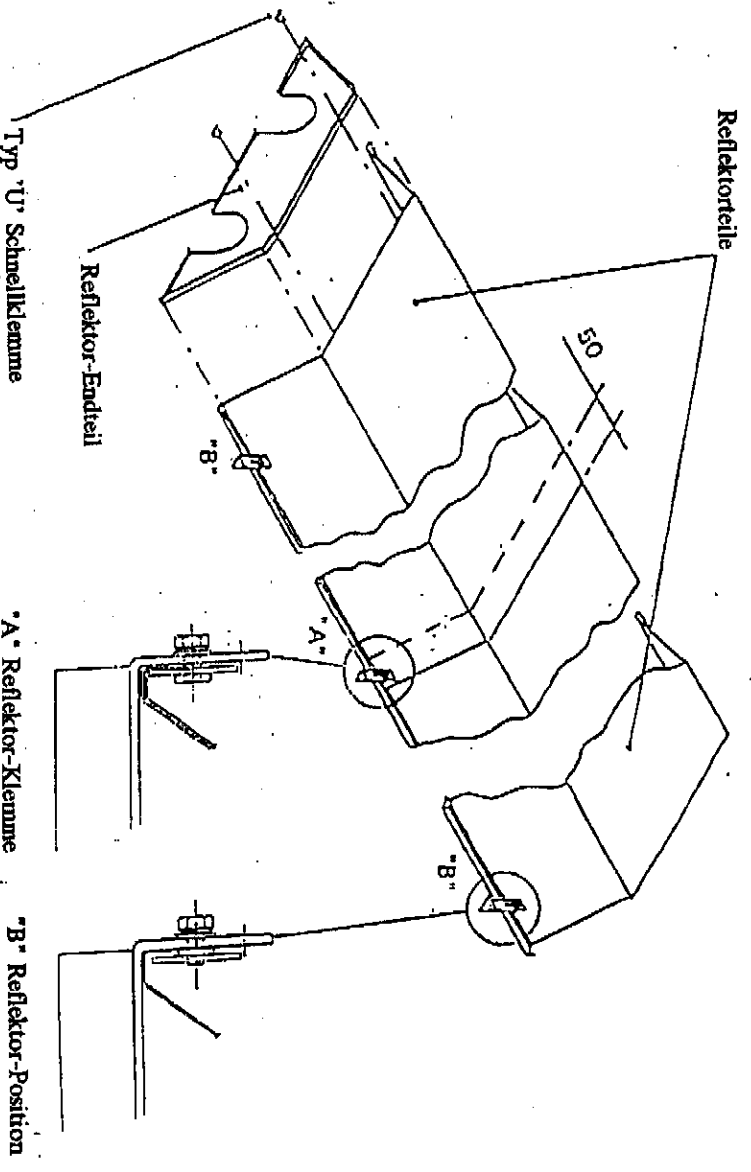

Abb. 11
- 4.1.5 Platzieren Sie die beiden Reflektorteile auf die Aufhängevorrichtungen so, daß eine 50mm Überlappung in der Mitte gleichmäßig um die Mitte der Aufhängevorrichtung arrangiert, entsteht. Klammern Sie die beiden Reflektorteile an die Mitte der Aufhängevorrichtung indem Sie zwei Befestigungsschrauben und M6 Satzschrauben und Dichtungsringe (Befestigungspaket) verwenden. Schrauben Sie die restlichen (4) Befestigungsschrauben an die zwei äußeren Aufhängevorrichtungen, so daß Sie Platz für die Enden der Reflektorteile wie in der Abb. 11 unten beschaffen.
- 4.1.6 Platzieren Sie die Reflektorenderteile (eingekert) über die Strahlerröhren und in das Ende des Reflektorenteils, so daß das Endeifflansch mit dem Ende des Reflektors bündig ist. Sichern Sie das Reflektorenderteil an dem Reflektorteil unter Gebrauch von 6 gelieferten U-Typ Schnellklammern (Befestigungspaket); 2 Klammern pro Facette des Reflektorteiles, wie in Abb. 11 oben gezeigt.